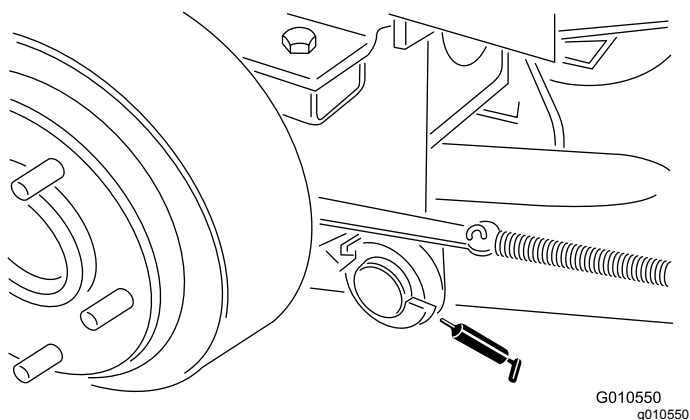

Figura 22
- Perni dei bracci di sollevamento, posteriori (2) (Figura 22)